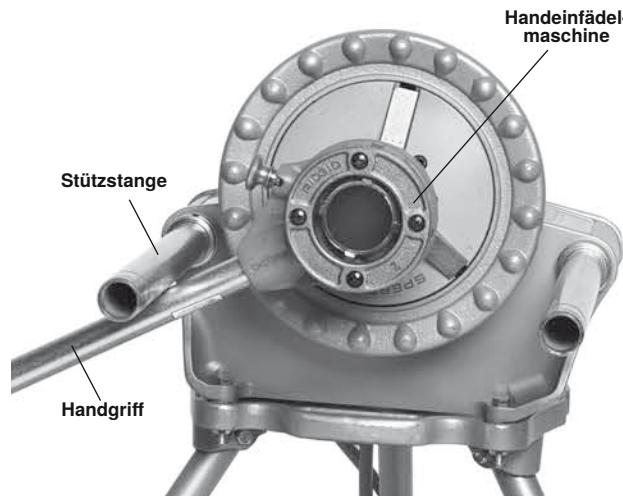

Abbildung 20 - Entfernen des Schneidkopfes aus dem Gewinderohr (Griff gegen das untere Ende der Stange).
- c. Ziehen Sie die Stützstange auf der Schalterseite vollständig aus und heben Sie den Griff der Gewindeschneidmaschine gegen die Unterseite der Stange. Halten Sie das Ende des Griffs der Gewindeschneidmaschine mit der linken Hand. Um Verletzungen durch Quetschungen zu vermeiden, sollten Sie weder Hand noch Finger zwischen Griff der Gewindeschneidmaschine und Stützstange halten. Halten Sie den Griff in Kontakt mit der Stützstange (*siehe Abbildung 20*).
- Halten Sie den Griff der Gewindeschneidmaschine gegen die Unterseite der Stützstange auf der Schalterseite. Um Verletzungen durch Quetschungen zu vermeiden, sollten Sie weder Hand noch Finger zwischen Griff der Gewindeschneidmaschine und Stützstange halten. Siehe Abbildung 20 für die richtige Betriebsposition.